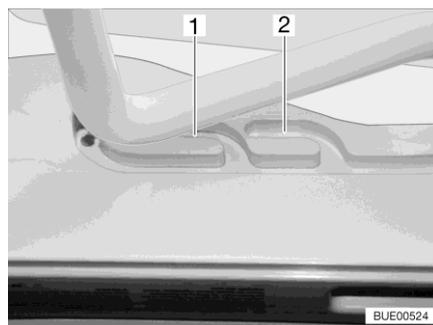
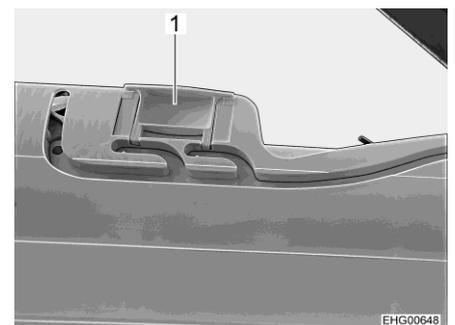

Fig. 29 Guía (posición de ventilación)
Fig. 30 Bloqueo (posición de ventilación)
La claraboya Heki se puede colocar en dos posiciones de ventilación: Posición de mal tiempo (Fig. 29,1) y posición mediana (Fig. 29,2). Según el modelo, la claraboya podrá ser bloqueada en la posición central con los dos pestillos (Fig. 30,1) a la izquierda y la derecha en el marco de la claraboya.
- Presionar el estribo ligeramente hacia arriba y empujarlo en la guía seleccionada (Fig. 29,1 ó 2) y, si fuera necesario, bloquearlo.